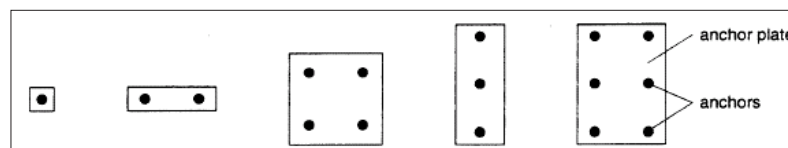

FIGURA 1
- Ancoratges suficientment allunyats de vora de formigó ($c > 10 \cdot h_{ef}$): Distància de la vora superior a 10 vegades la profunditat de l'encast (vegeu figura 1).